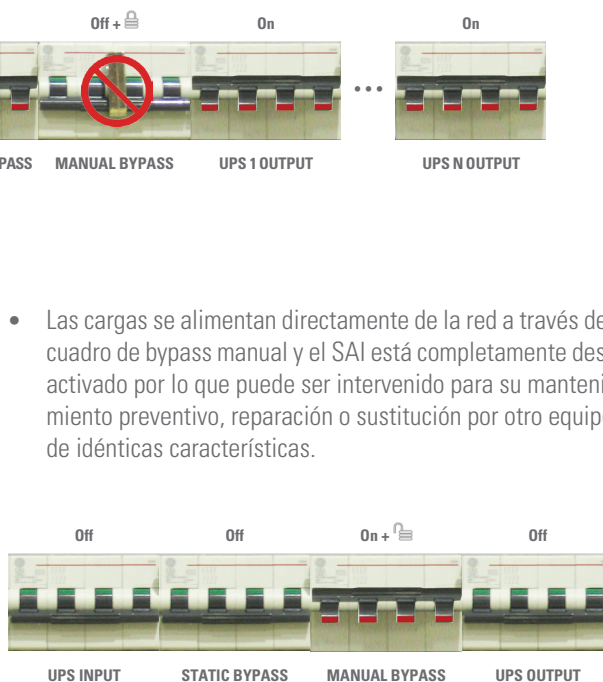

Fig. 13. Posición de los interruptores del cuadro de bypass en «Funcionamiento de mantenimiento» (con un SAI).
- Accionar los interruptores «UPS INPUT» y «UPS OUTPUT» del cuadro de bypass a posición «Off». Si además dispone de línea de bypass independiente (-B), accionar también el interruptor «STATIC BYPASS» del cuadro a posición «Off». En la ilustración de la Fig. 13 se muestra la posición en que deben encontrarse los interruptores del cuadro después de la operatoria.